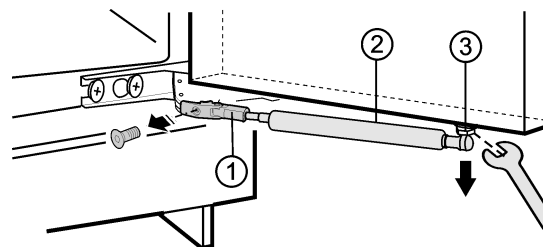

Fig. 1
- ▶ Dévisser le support Fig. 1 (1).
- ▶ Dévisser le pivot à rotule Fig. 1 (3) ensemble avec l'amortisseur de fermeture Fig. 1 (2) de la porte et le mettre de côté.